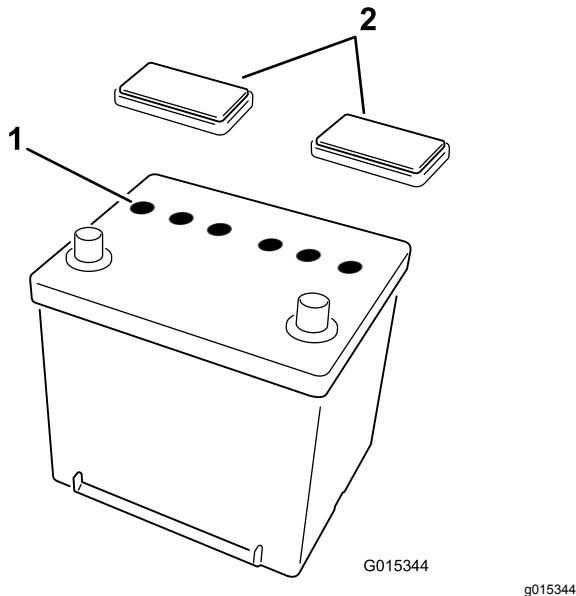

Bild 2
1. Entfernen Sie die Entlüftungsdeckel von der Batterie (Bild 2).
3. Setzen Sie die Entlüftungsdeckel auf (Bild 2).